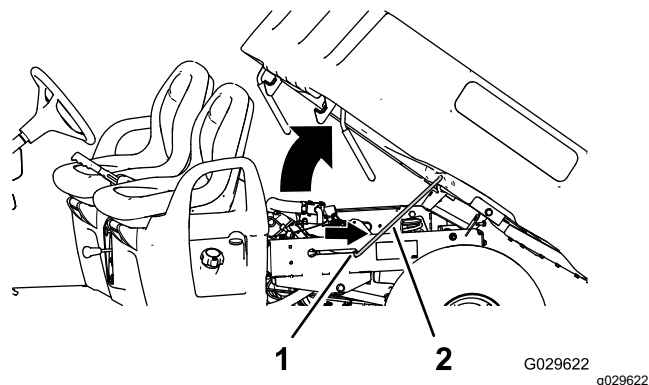

Figura 2
5. Empurre a barra de apoio para a ranhura do entalhe para prender a plataforma (Figura 2).